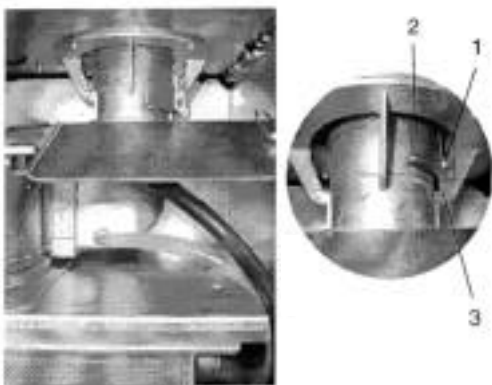

Рис.2.
4. Отвинтить винт (Рис. 2, позиц.1)
5. Подвижную муфту переместить вверх до упора (Рис. 2, позиц.2)
6. Это положение фиксировать винтом (Рис. 2, позиц.1)